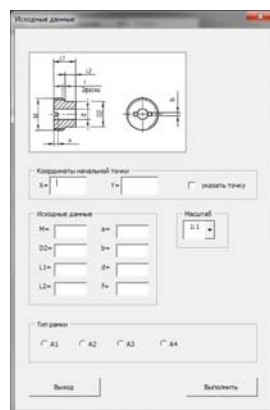

Рис. 1. Форма ввода исходных данных на детали типа «Винт»
- написать программу на VBA. Размеры деталей должны вводиться в программу пользователем с помощью формы, представленной на рис. 1;